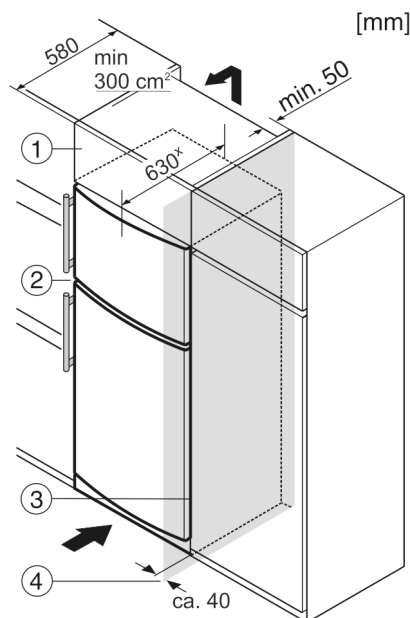

Fig. 7
- (1) Dulap suspendat
(2) Aparat
(3) Dulap de bucătărie
(4) Perete
Aparatul poate fi montat împreună cu mobilierul de bucătărie. Pentru a aduce aparatul Fig. 7 (2) la același nivel cu mobilierul de bucătărie, se poate monta deasupra aparatului un dulap suspendat Fig. 7 (1) adecvat.
La integrarea în dulapurile de bucătărie (adâncime maximă 580 mm), aparatul poate fi amplasat direct lângă dulapul de bucătărie Fig. 7 (3). Aparatul iese în afară în partea laterală cu 34 mm*, iar în centrul aparatului cu 50 mm*, în raport cu suprafața frontală a dulapului de bucătărie.
Atunci când aparatul este montat cu balamalele lângă un perete Fig. 7 (4), distanța dintre aparat și perete trebuie să fie de minim 40 mm. Această valoare corespunde proeminenței mânerului cu ușa deschisă.